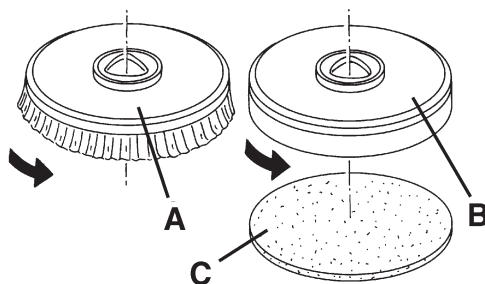

Рис. 1
1. Расположите щетку (А, Рис. 1) или держатель прокладки (В) под платформой (14).
2. Опустите платформу на щетку/держатель прокладки, нажав педаль (8).
3. Подключите сетевой шнур (3) к электросети.
4. Зацепите щетку или держатель прокладки, нажав переключатель (51) на несколько секунд.
5. Нажмите один из переключателей (55) для включения щетки или держателя прокладки.